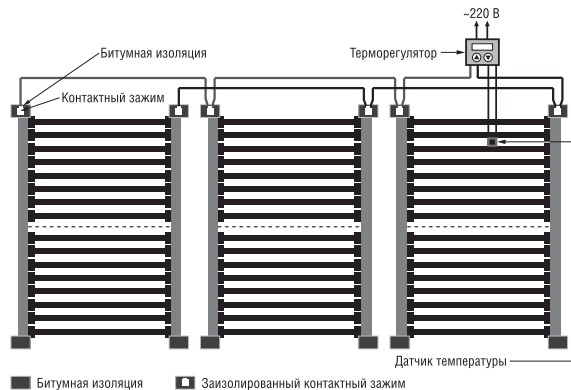

Рис. 9. Общая схема подключения термопленки CALEO LINE
- 13.1 Подключение термопленки к сети производится согласно схеме подключения на рис. 9.